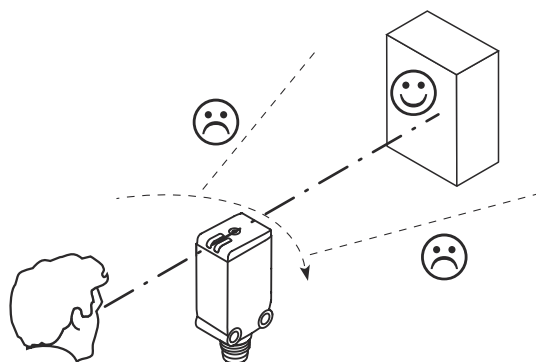

Рисунок 4: Юстировка датчика
3. Отрегулируйте взаимное расположение датчика и объекта. Выберите такое расположение, чтобы излучаемый красный луч попадал в центр объекта. Следует убедиться в том, что оптическое отверстие (передний экран) датчика полностью чистое. см. рисунок 4, страница 176.